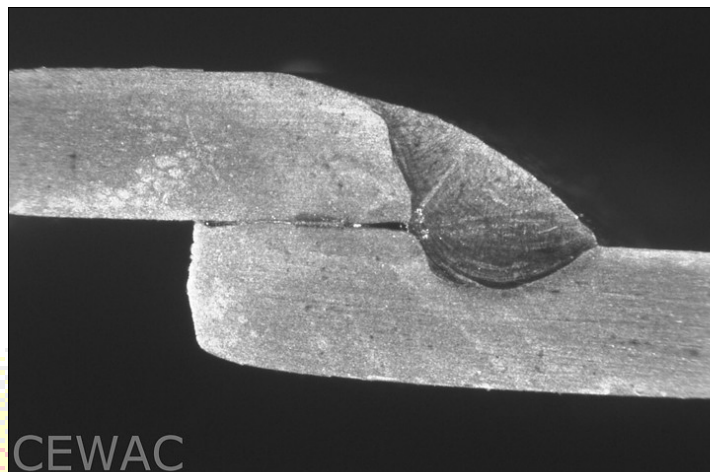

Figure 3: soudure HLW par recouvrement d'inox 316L (1,5 mm) à 3 m/min
- soudage inox 316L - 1,5 mm en configuration recouvrement, soudé à 3 m/min (fig. 3);